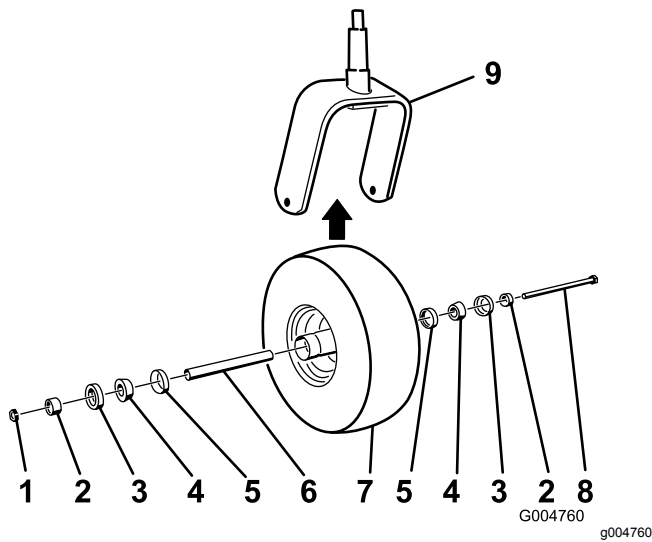

图41
5. 将带有润滑脂的锥形轴承和密封件推入轮毂以安装脚轮位置如图41 中所示。
2. 从螺栓上取下锁紧螺母图41。